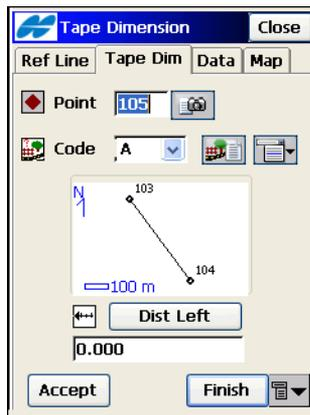

Abbildung 8-51. Umriss: Register „Umriss“
3. Geben Sie auf dem Register *Umriss* die Parameter für die Messung ein: Namen und Code des gemessenen Punktes sowie Richtung (links oder rechts von der letzten Linie) und Entfernung vom letzten Punkt (Abbildung 8-51).